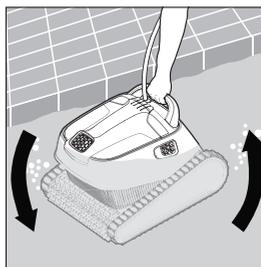

FIGURE 5
2. Descendez le nettoyeur dans la piscine en le tenant par la poignée (voir **Figure 5**).
3. Inclinez doucement le nettoyeur d'un côté vers l'autre ou retournez-le à l'envers pour libérer l'air emprisonné. Voir **Figure 5**.